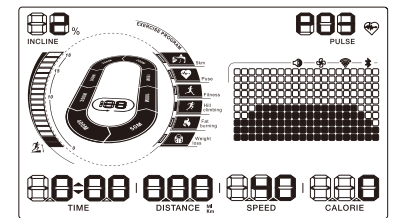

图25
2. 我们为您在面板上设置了山地训练程式快捷键。(图25所示)